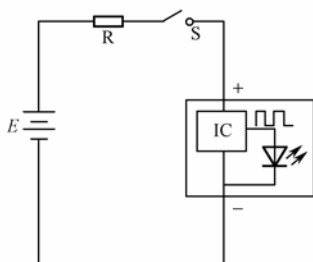

图 8-7 闪烁发光二极管工作原理说明
闪烁发光二极管是将集成电路 (IC) 和发光二极管制作并封装在一起。下面以图 8-7 所示的电路来说明闪烁发光二极管的工作原理。